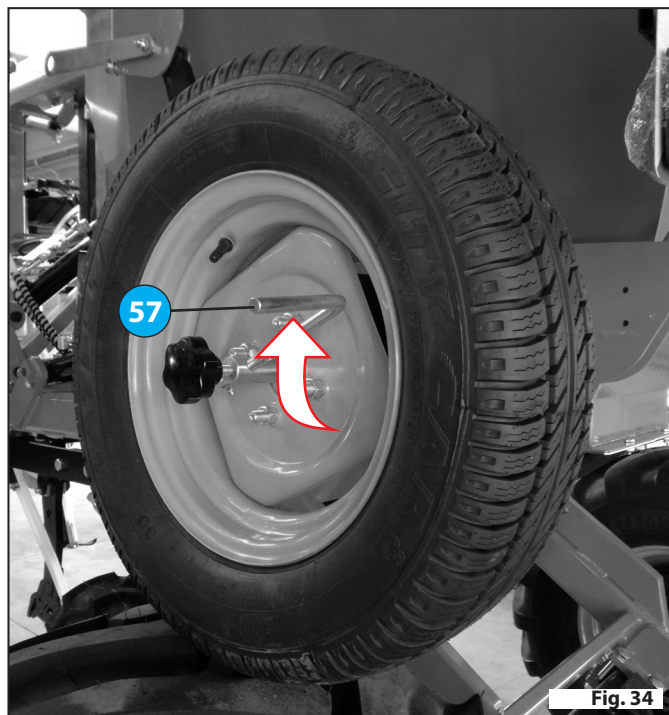

Fig. 34
- Odkręcić pokrętkę **63** w taki sposób, aby można było kręcić korbą **64** „Fig. 34”.